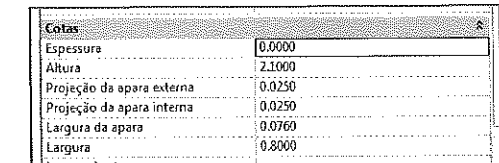

Figura 8.15 – Alteração das propriedades geométricas da porta.
3. Note que a janela **Propriedades de tipo** mostra a porta criada. É preciso alterar as características da porta, Figura 8.15, para que fique com 0,80 m e altura de 2,10 m da seguinte forma: